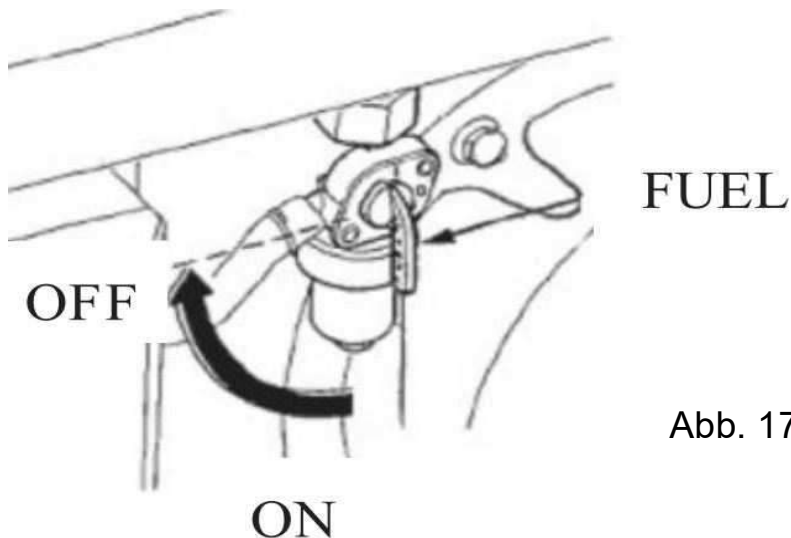

Abb. 17
2. Open de brandstofkraan (zie p.26 afb.17).